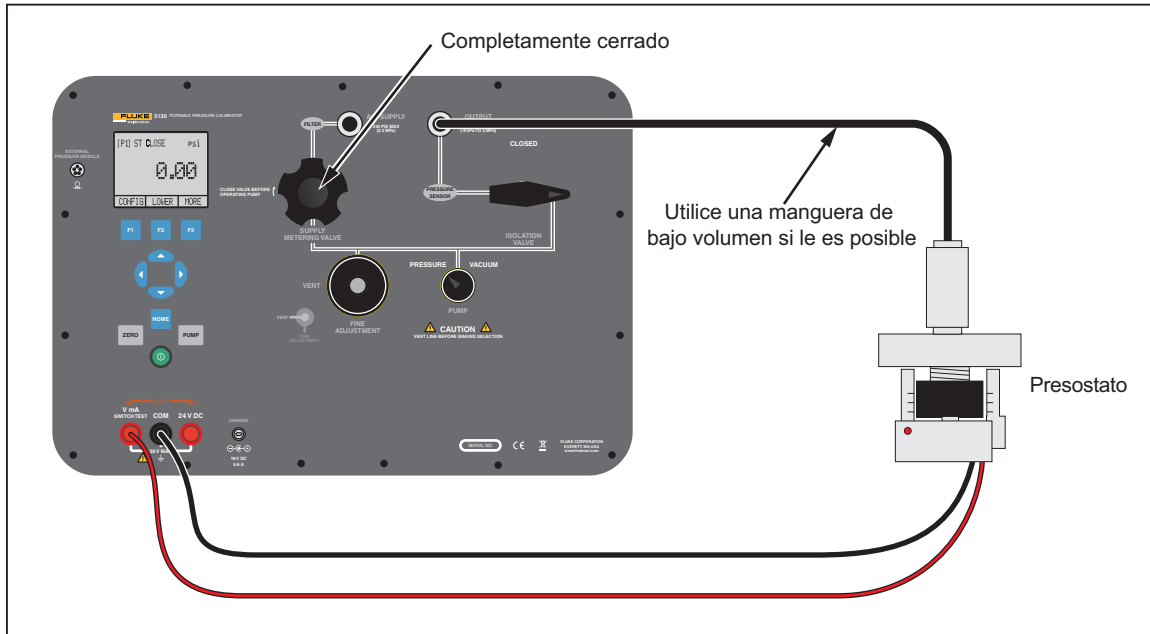

Figura 20. Conexiones de la prueba de conmutadores
2. Conecte el Producto al conmutador de presión a través de los terminales de conmutación. La polaridad de los terminales no es relevante. Consulte la figura 20.